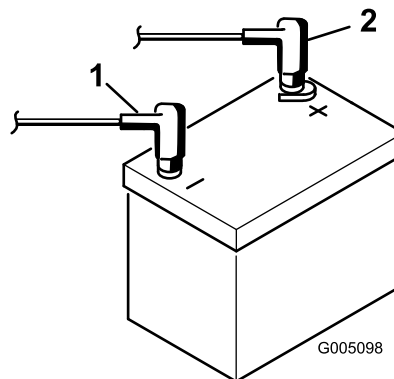

図 8
9. 赤いプラスケーブルをバッテリーのプラス端子に、黒いマイナスケーブルはバッテリーのマイナス端子にはめ、ボルトとナットで固定する図 8。ショート防止のために端子にゴムキャップをかぶせる。